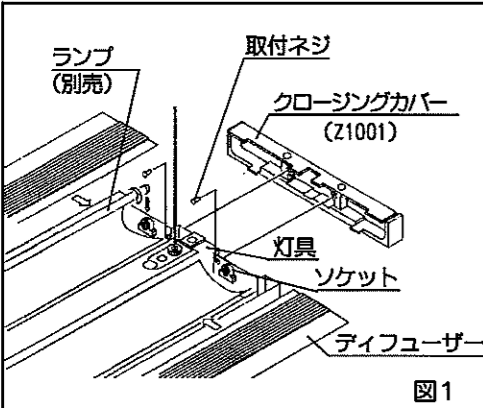

図1
1. ディフューザーをはずし、灯具の両端にクロージングカバー (Z1001) を取付ネジで固定してください。(図1)
4. ランプ (別売) をソケットにセットし、ディフューザーを元の位置に置いてください。(図1)